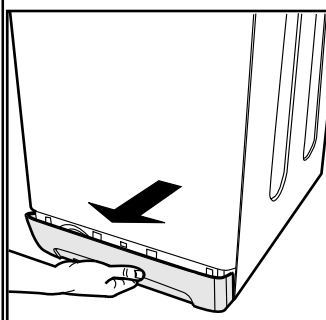
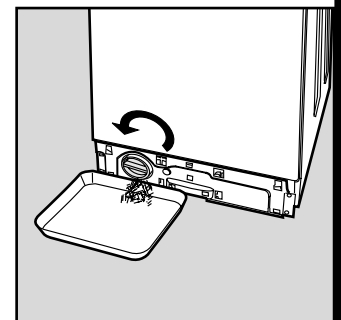

Рис. 1
Рис. 2
- модель стиральной машины (Mod. ...) и заводской номер (S/N), указанные в информационной табличке, расположенной в нижней части цоколя (рис. 1).
Чтобы вынуть фильтр, снимите панель внизу машины (рис. 1). Поверните крышку фильтра против часовой стрелки (рис. 2), извлеките и осмотрите фильтр.